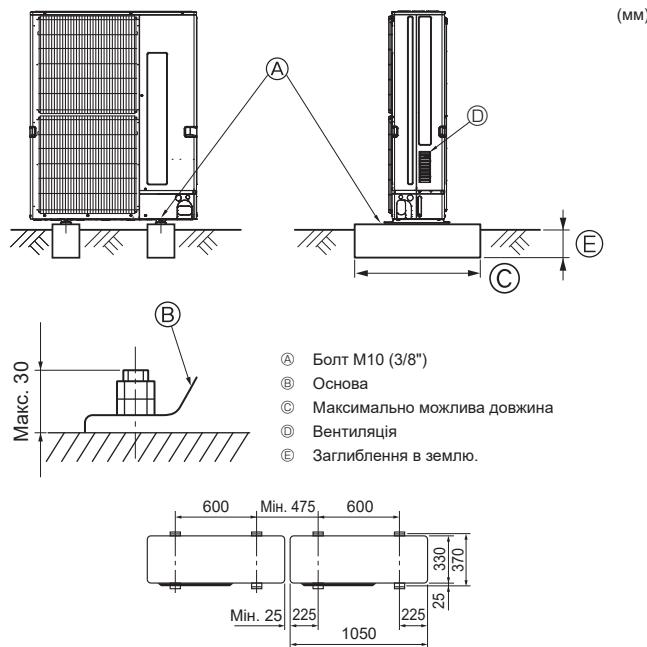

Fig. 3-1
- Обов'язково встановлюйте пристрій на міцну, рівну поверхню, щоб уникнути вібрації та шумів під час роботи. (Fig. 3-1)